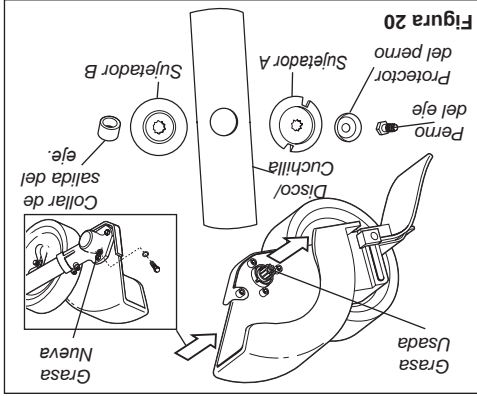

Figura 20
■ Retire el accesorio de corte, el soporte del accesorio de corte y el collar de la caja de engranajes. Retire la tuerca del alimentador del costado de la caja de engranajes e introduzca grasa nueva a la caja hasta que la grasa usada salga. Use solamente grasa a base de litio, tal como grasa Shindaiwa para Caja de Engranes o su equivalente. Consulte la figura 20.